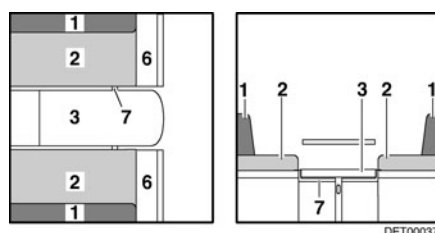

Fig. 106 Pendant la transformation
- Rabattre la rallonge de la banquette (Fig. 106,6) vers le haut et enclencher avec le rabat.